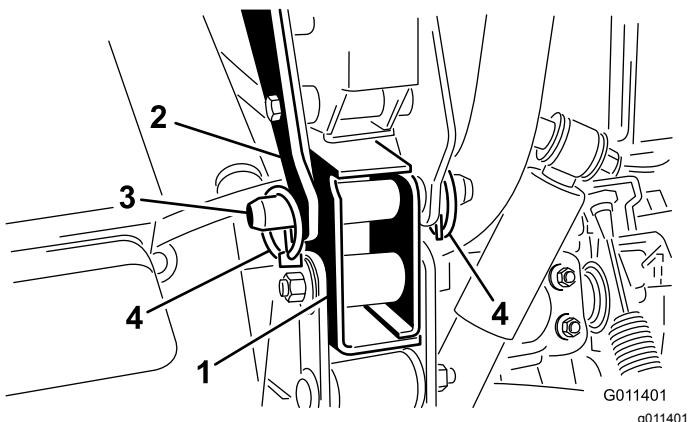

Figura 8
6. Fixe cada suporte de montagem traseiro ao chassis do veículo com um passador de forquilha e 2 pinos de sujeição (Figura 8).